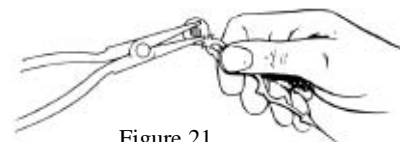

Figure 21
## **AJUSTEMENT DE L'AIGUILLE DES MINUTES** (Figure 21)
5. Regardez à l'arrière de l'aiguille. Vous verrez un manchon ou encoche carré qui peut être bougé avec la pince. En tenant le manchon en place, vous tournerez l'aiguille des minutes un tout petit peu. Souvenez-vous qu'il faut faire de tous petits réglages (1 minute représente une distance très courte sur le cadran). Cf. Figure 21 pour de l'aide sur comment faire ce réglage.